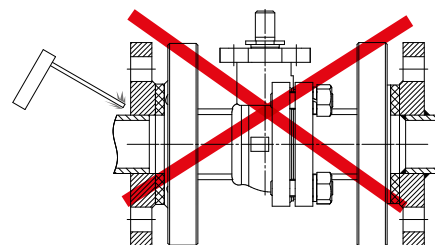

Рис. 2
**ВНИМАНИЕ.** Категорически запрещается производить приварку фланцев к трубопроводу, когда кран посажен между фланцами, т.к. могут иметь место повреждения уплотнительных поверхностей от высокой температуры. (Рис. 2)